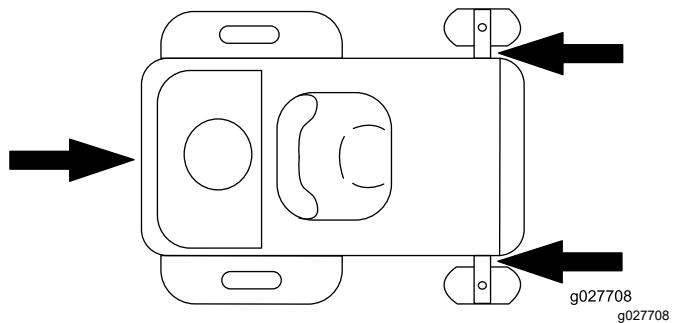

Figura 41
6. Prenda a máquina perto das rodas giratórias frontais e estrutura traseira com correias, correntes, cabos ou cordas (Figura 41). Consulte as diretrizes locais relativas a requisitos de dispositivos de fixação.